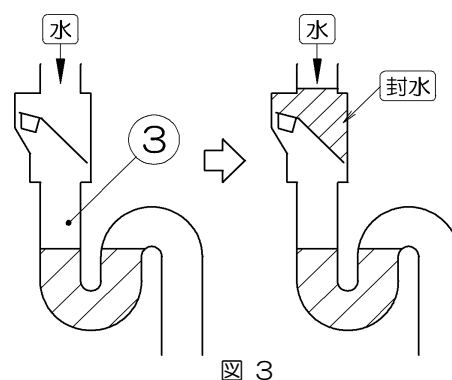

図 3
但し、下流側にウォーターベストを設置した場合と比較して、ウォーターベストと水封式トラップ間（図3③）の空気圧が高いため、スムーズな排水にはなりません。